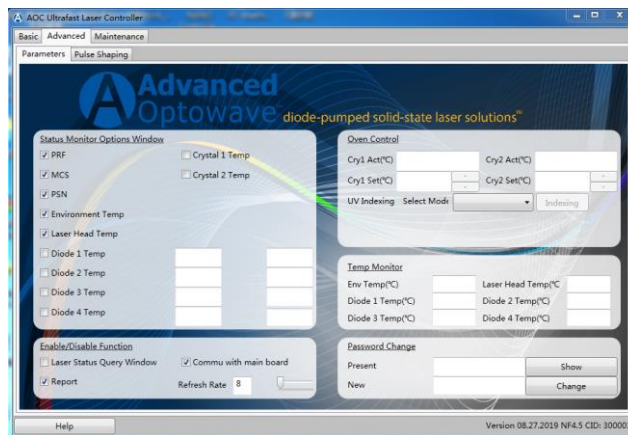

图 3
- 激光系统工作参数界面进入，点击“Advanced”输入密码“AOC”（大写），确认后进入第二界面，如图 3 所示。